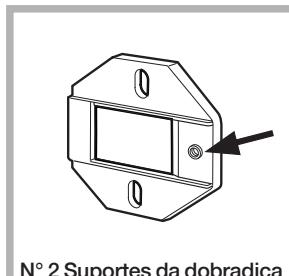

Fig. 1
- Instalar os suportes charneira na face posicionando o furo indicado pela seta na fig. 1 para o interior da face, intercalinar uma arruela de afastamento (fig. 4/B) usando parafusos do tipo C.